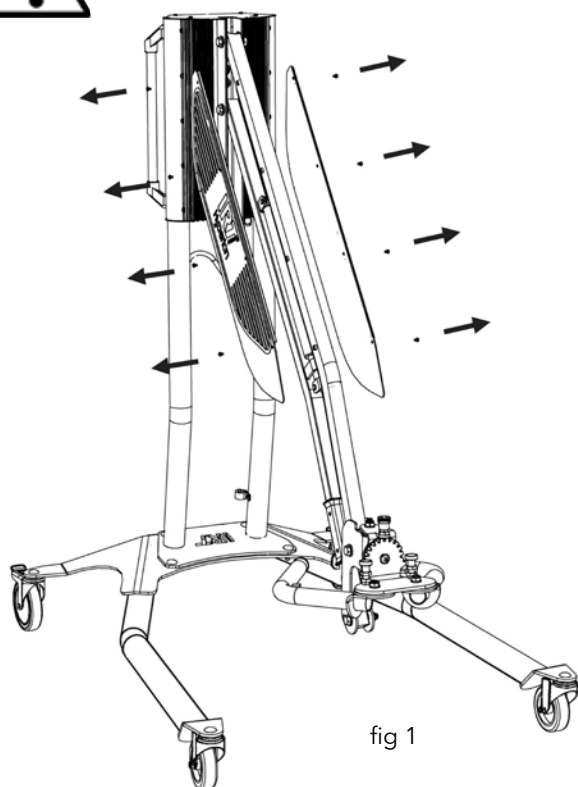

fig 1
1. Dévissez les quatre vis de fixation de la plaque située de chaque côté du bras (fig 1).